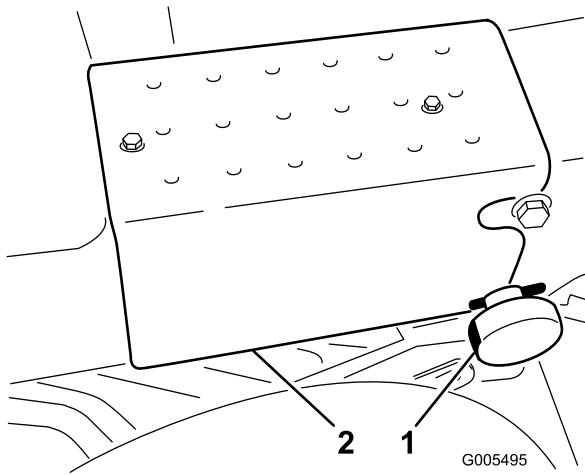

図 7
5. ハンドルアームを通常の運転位置に立てる (ノッチに嵌まる) 。固定用ノブとコッター・ピンとで固定する (図 7) 。
6. タップ・ネジ2本で、右側ステップをフレームに取り付ける (図 7)。